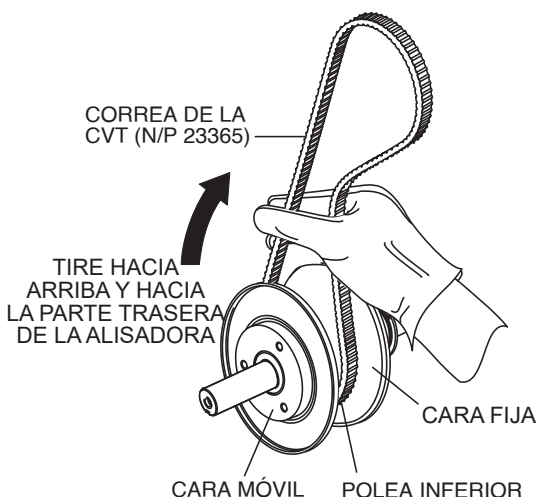

Figura 35. Mantenimiento de la polea inferior abierta
1. Coloque la correa nueva de la CVT sobre la polea inferior (Figura 35). Apriete la correa y tire de ella hacia arriba y hacia la parte trasera de la alisadora. Esto abrirá las caras de la polea de impulsión inferior.